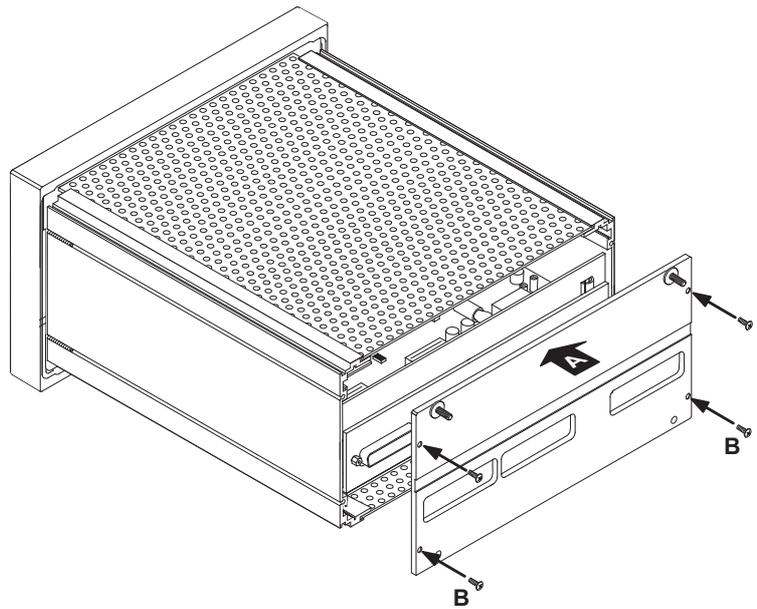

Fig. E 8-33: Befestigen der Abdeckung auf der Rückseite
12. Reinstall the rear cover plate at the rear side of the unit with four screws (see Fig. E 8-33).